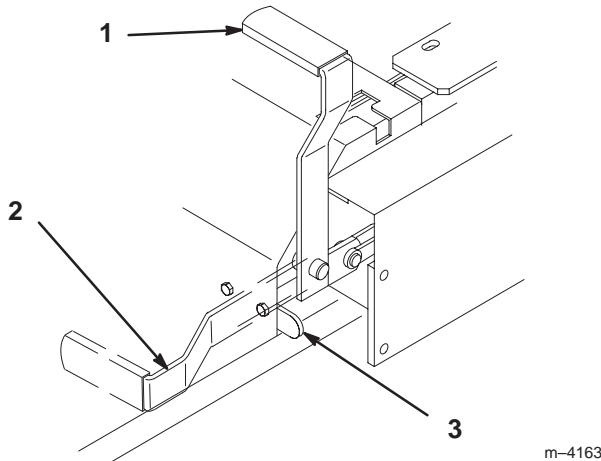

Figure 10
2. Tirez le frein de stationnement en arrière et vers le haut pour le serrer (Fig. 10). Une fois serré, le frein de stationnement ne doit plus bouger.
- Poussez le levier du frein de stationnement vers l'avant et vers le bas (Fig. 10) afin de le desserrer. Le frein de stationnement est alors **desserré** et le levier est en appui contre la butée du frein.